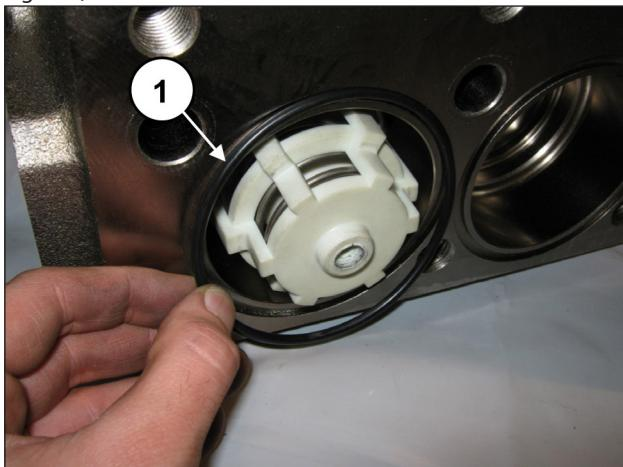

Fig. 153
Aplique o O-ring dianteiro nas válvulas de aspiração (pos. ①, Fig. 153).